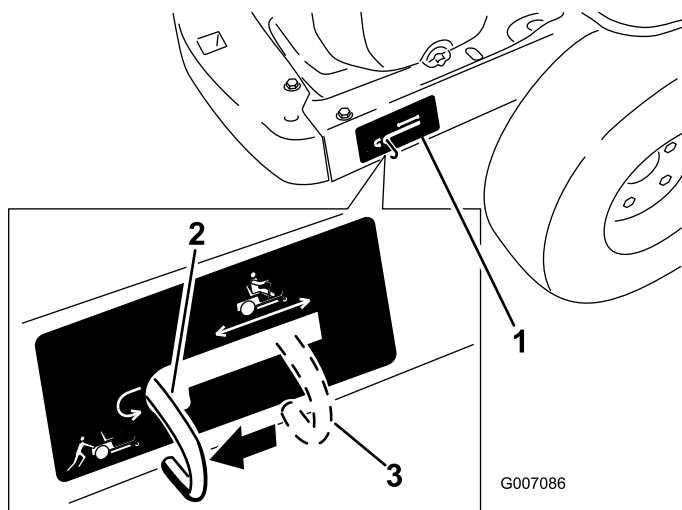

Figura 20
4. Mueva las palancas de desvío hacia atrás y luego hacia abajo para bloquearlas en esa posición, según se muestra en Figura 20, para desengranar los motores de rueda. Repita en el otro lado de la máquina.
Mueva las palancas de desvío hacia arriba y empújelas hacia adelante, al **centro** de la ranura horizontal (Figura 20) para engranar los motores de rueda.